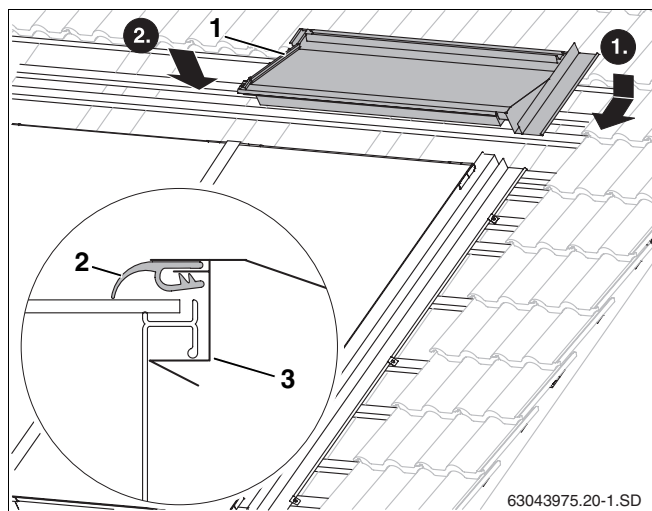

Рис. 55 Верхний правый накладной лист
- Ввести верхний правый накладной лист (рис. 55, поз. 1) в правый боковой накладной лист.
- При нажатии на лист он входит под раму коллектора (рис. 55, поз. 3).
- Сверху на коллектор нужно уложить и вытянуть резиновый язычок (рис. 55, поз. 2).